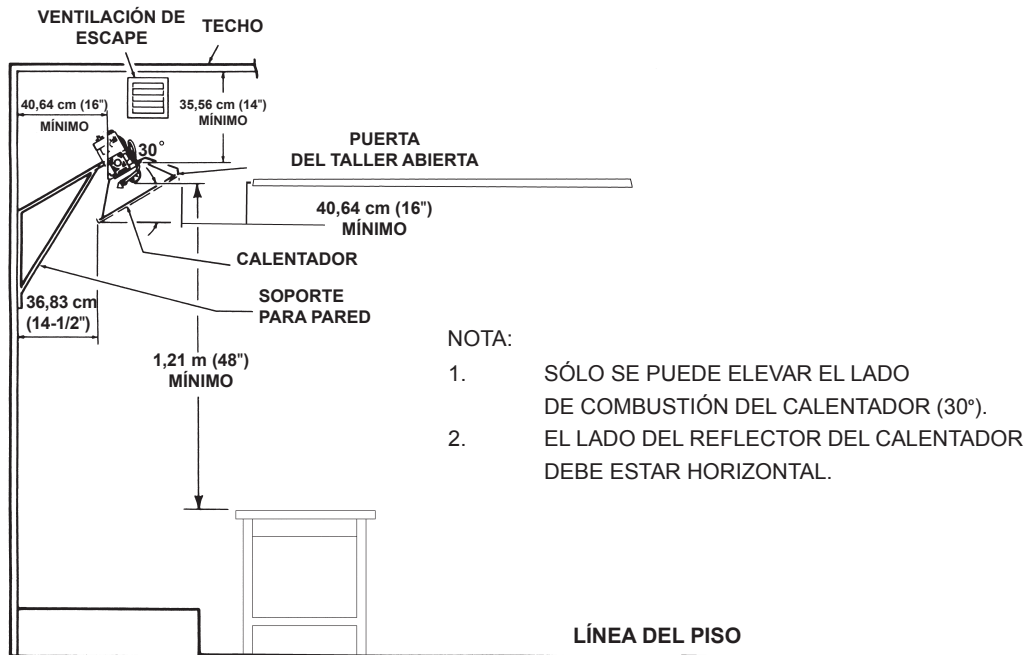

Figura 2. Espacios libres que deben dejarse en la instalación con respecto a las superficies inflamables
Mantenga los espacios libres que se indican en la Figura 2 o en la placa del calentador.
⚠ ADVERTENCIA: Mantenga los espacios libres que se indican en la Figura 2 o en la placa del calentador.
- En la Figura 2 y en la Tabla 3 se ilustran los espacios libres mínimos que deben dejarse con respecto a las superficies inflamables. Como se observa en la Figura 2, la parte delantera del calentador se instala dejando el espacio libre mínimo obligatorio con respecto a las superficies inflamables y de cara al espacio abierto, mientras que los demás lados deben tener un espacio libre mínimo de 40,64 cm (16 pulgadas) con respecto a las superficies inflamables.